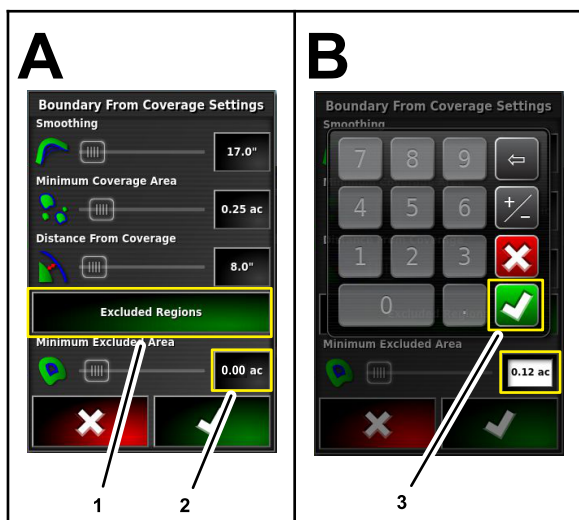

Figura 54
6. Pressione o ícone Regiões excluídas (Figura 54) para demarcar áreas de cobertura que não devem ser pulverizadas.
7. Pressione o ícone numérico para a configuração de Área mínima excluída (Figura 54). Utilize o teclado virtual para digitar um valor e pressione o ícone Confirmar.